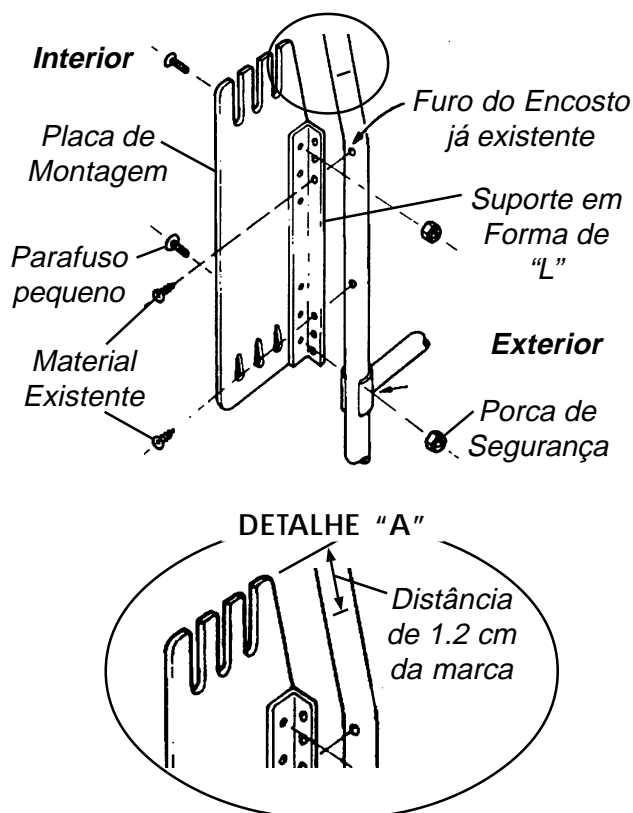

FIGURA 4 - INSTALAR EM CADEIRAS UTILIZANDO SUPORTES EM FORMA DE "L"
- Os grampos estão soltos - ver a FIGURA 4.
### Instalação em Cadeiras de Rodas utilizando os Suportes em forma de "L" (FIGURA 4)
3. Assegure-se de que a placa de montagem, quando instalada no suporte, está 1.2cm mais alta do que a marca determinada no passo 8 da Detalhe A da FIGURA 4.